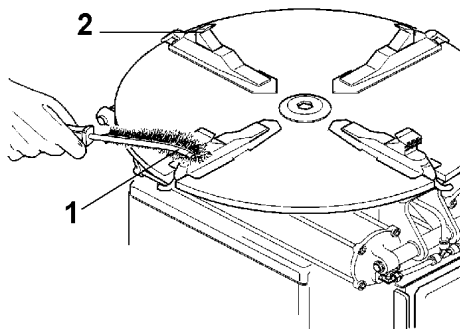

Fig. 6.0-2
C. Nettoyer une fois par semaine les dents des griffes (A Fig. 6.0-2) avec une brosse en acier, contrôler les protections en plastique des dents des griffes (B) si celles-ci sont détériorées les remplacer.